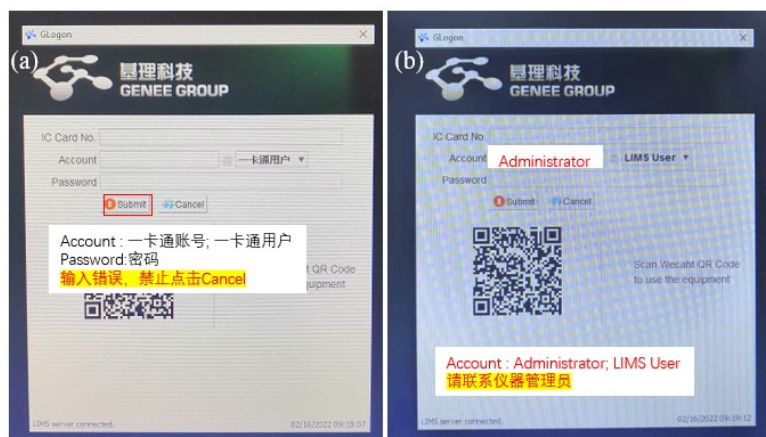

图 6-2
- (1) 如图 6-2(a)，如界面显示“一卡通用户”，请在 Account 输入预约者的一卡通账户，Password 栏输入相应账户密码，点击 Submit;
(2) 如图 6-2(b)，如界面显示“LIMS User”，Account 显示 Administrator，请与相关老师联系。